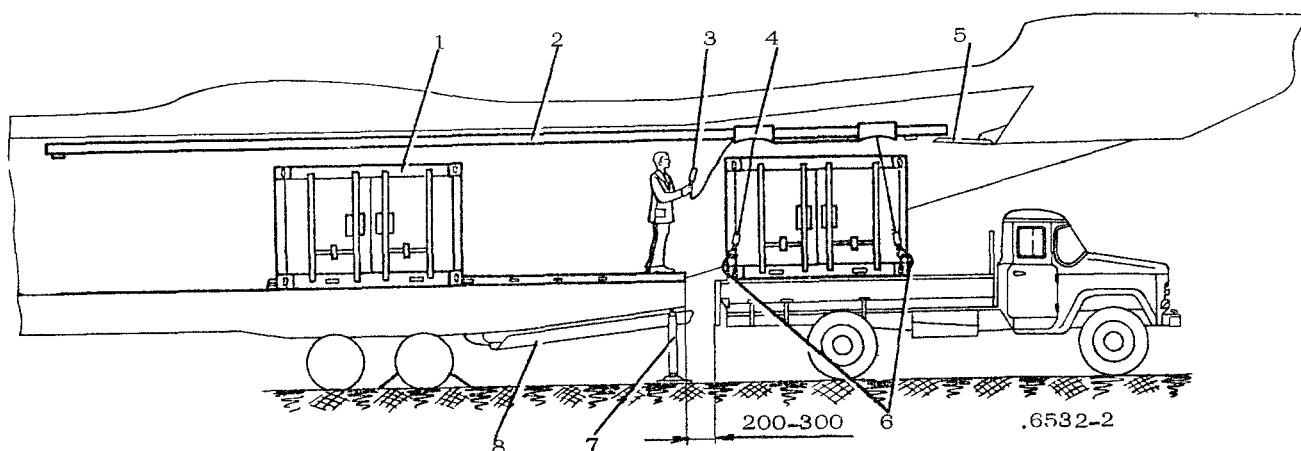

РИС. 4. СХЕМА ПОГРУЗКИ КОНТЕЙНЕРОВ В САМОЛЕТ:
- установите БПУ (рис. 4) в проеме грузового люка (крайнее заднее положение);
- закрепите стропы 6 (рис. 4) за такелажные узлы груза. При погрузке контейнера УАК-2,5 стропы закрепите за нижние угловые фитинги;